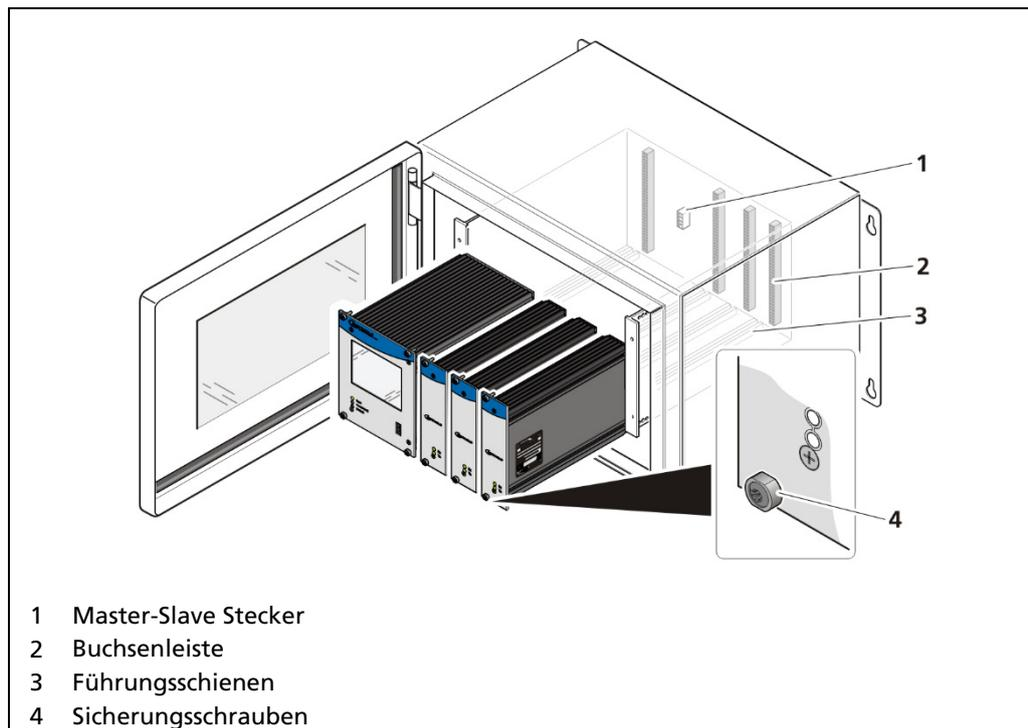

Abb. 14 Einbau der Module (Master-Slave)
- ▶ Die Master-AWEs / Slave-Module müssen durch Sicherungsschrauben (Abb. 14, Pos. 4) gegen das Herausziehen gesichert werden.
1. Module in die Führungsschienen (Abb. 14, Pos.3) setzen und vorsichtig einschieben, bis die Stiftleiste des Moduls in der Buchsenleiste (Abb. 14, Pos.2) eingesteckt ist.
2. Alle Sicherungsschrauben (Abb. 14, Pos.4) anziehen.